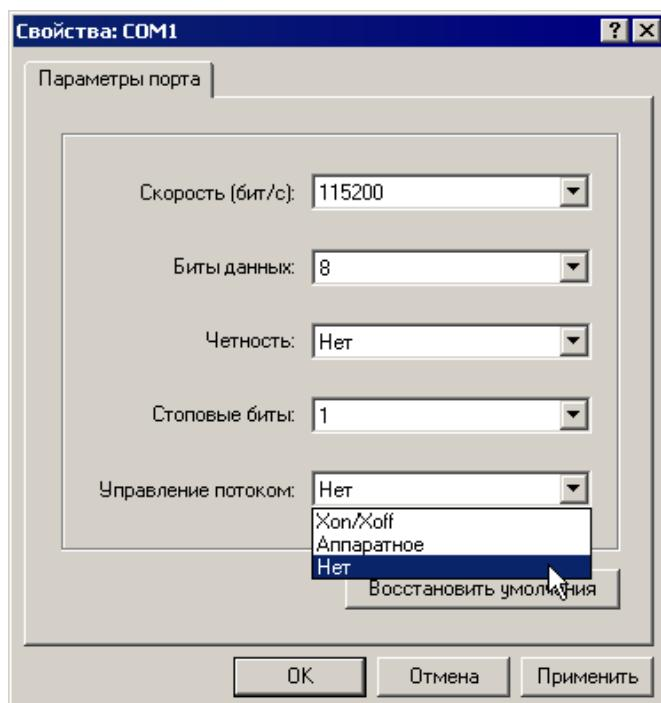

Рисунок 10.2 – Окно «Свойства СОМ-порта»
- 5) В открывшемся окне «Свойства: СОМ» (см. рисунок 10.2) – в поле «Скорость (бит/с» выбором из раскрывающегося списка задать значение «115200», в поле «Управление потоком» выбором из раскрывающегося списка задать значение «Нет», нажать кнопку «Применить», затем – нажать кнопку «OK».